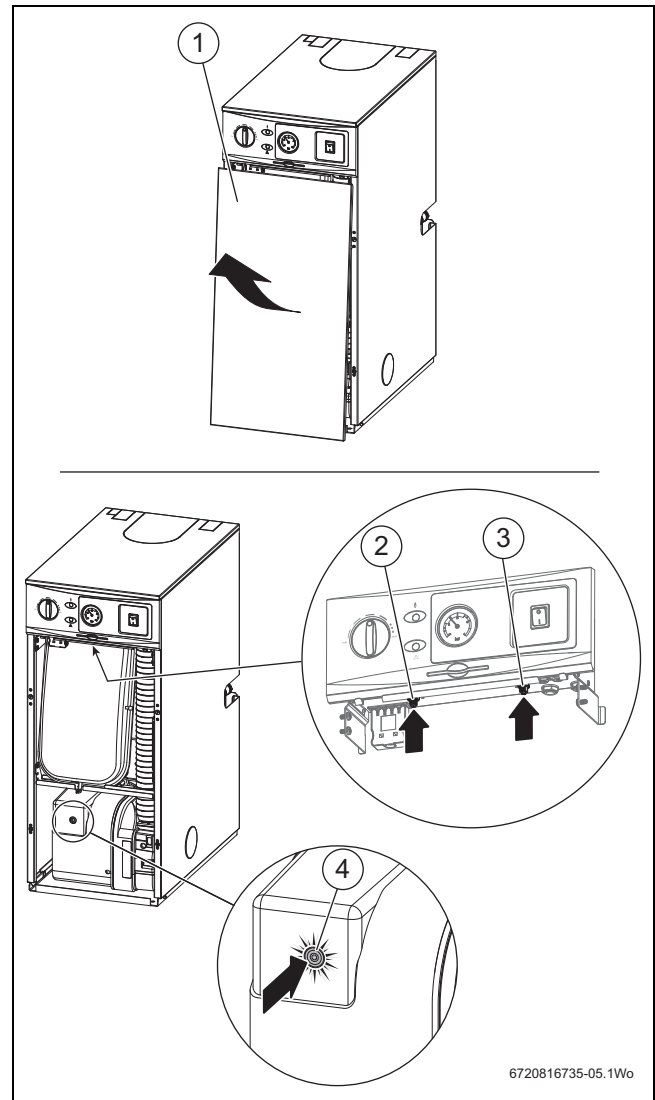

Fig. 7 Accès aux touches de réarmement
- ▶ Appuyer sur la touche de réarmement du brûleur [4] (figure 7, page 6). La chaudière doit chauffer.
- Appuyer à nouveau sur la touche de réarmement du brûleur [4] (figure 7, page 6).
- ▶ Appuyer sur la touche de réarmement de surchauffe des fumées [2] (figure 7, page 6) et sur la touche de réarmement de surchauffe [3] (figure 7, page 6).